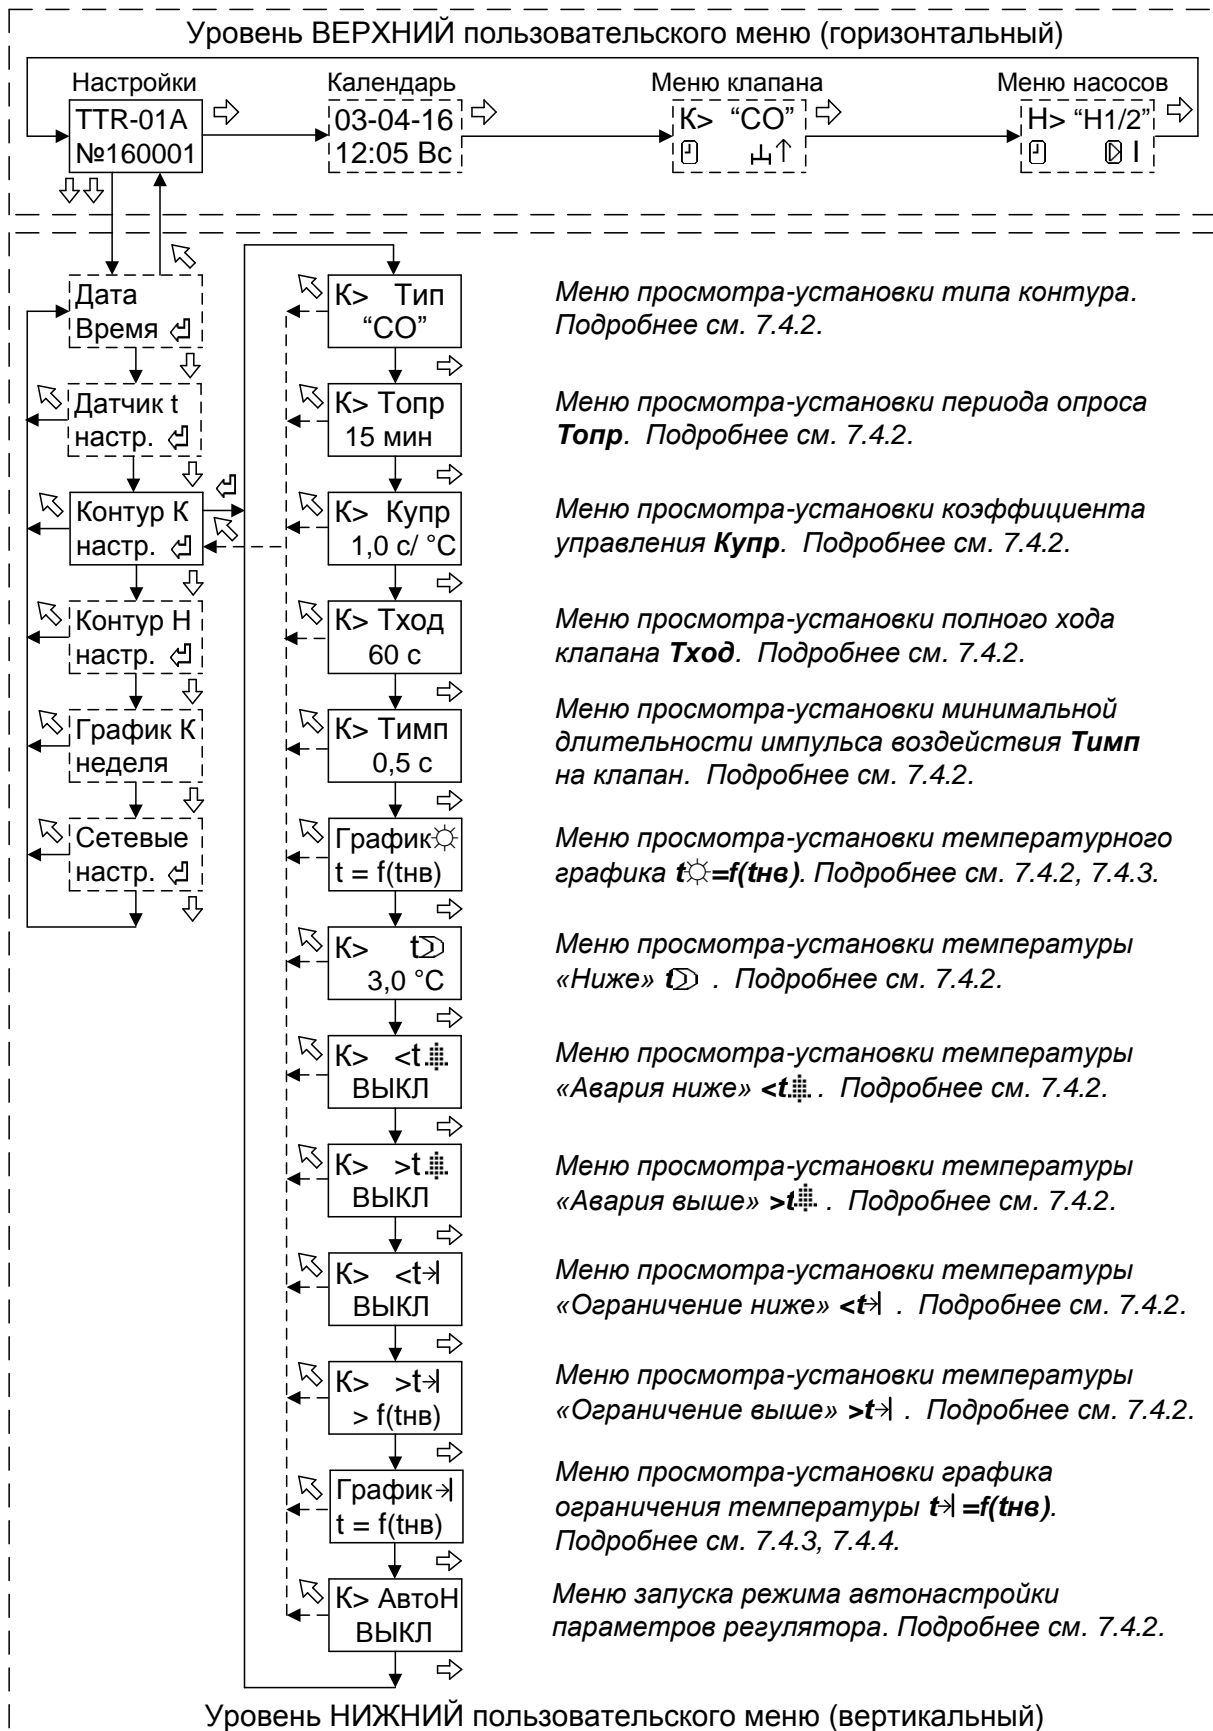

Рисунок 4 - Структура меню настройки параметров для системы отопления
7.4.3 Для просмотра-установки температурного графика регулирования необходимо войти с помощью нажатия кнопки “ \leftarrow ” (см. рисунок 4) в меню «График $t=f(t_{нв})$ ».